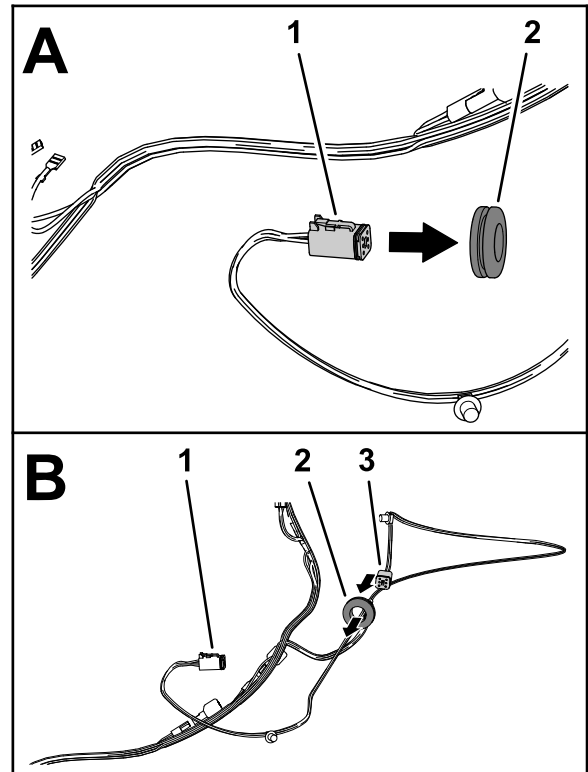

Figura 8
2. Pase el conector hembra de 6 vías marcado LEFT FRONT TURN/RUNNING LIGHT de la rama de 99 cm del arnés de cables a través del pasacables (Figura 8).